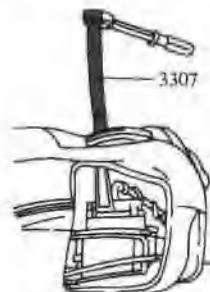

图1.19 拆卸燃油泵(三)
- ⑤ 拆下凸缘内侧燃油表传感器的插头，从凸缘内侧拔下回油管（压下分离凸耳或切断卡箍）。将燃油泵扳手3307插入油箱孔口，夹住储油腔内部件如图1.19所示。逆时针用扳手3307尽可能转动储油腔内侧（约15°），然后连带储油腔内部件一起拆下燃油泵。